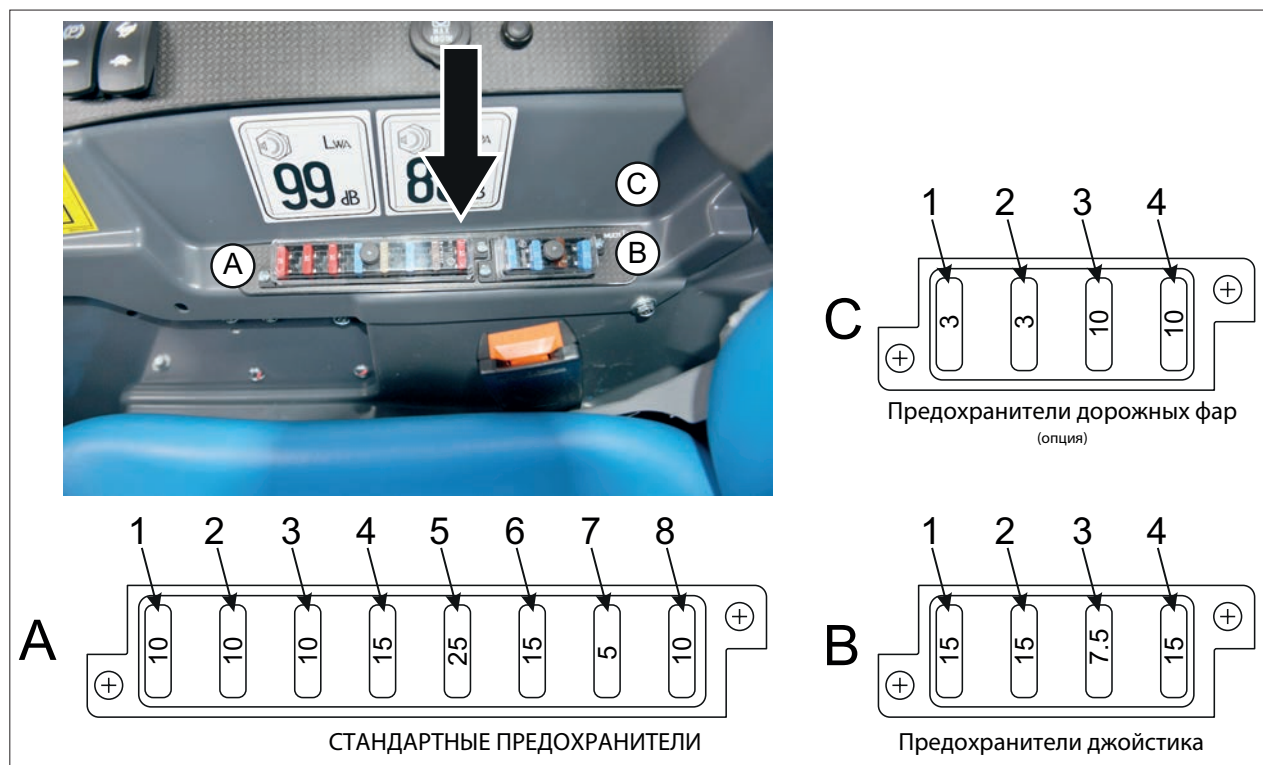

РИС. 53
- 1) Снимите крышку, расположенную с правой стороны машины (см. РИС. 53).